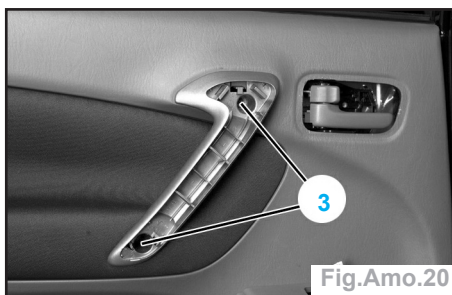

Fig.Amo.20
- déposer la garniture de poignée et déposer les vis (3) (Fig.Amo.20),